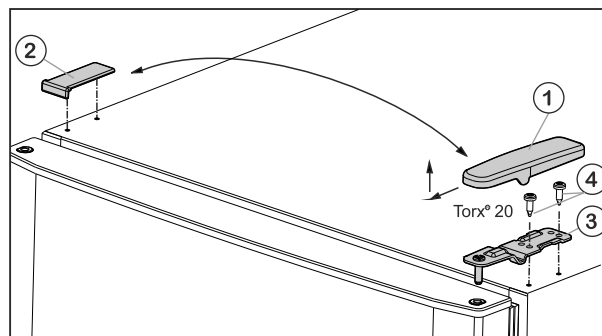

Fig. 5
- ▶ Estrarre la copertura Fig. 5 (1) tirandola in avanti e verso l'alto.
- ▶ Staccare la copertura Fig. 5 (2).
- ▶ Svitare il blocco di supporto superiore Fig. 5 (3) (2 x Torx® 20) Fig. 5 (4) ed estrarre tirando verso l'alto.
- Inserire il blocco di supporto superiore Fig. 5 (3) sul nuovo lato della cerniera nella porta.
- Avvitare il cuscinetto di supporto superiore **saldamente (con 4 Nm)** (2 giri con chiave Torx® 20) Fig. 5 (4). Eventualmente utilizzare un avvitatore a batteria.
- Applicare il coperchio Fig. 5 (1) sul lato opposto dall'esterno e bloccarlo.
- Applicare il coperchio Fig. 5 (2) sul lato opposto dall'alto e bloccarlo.